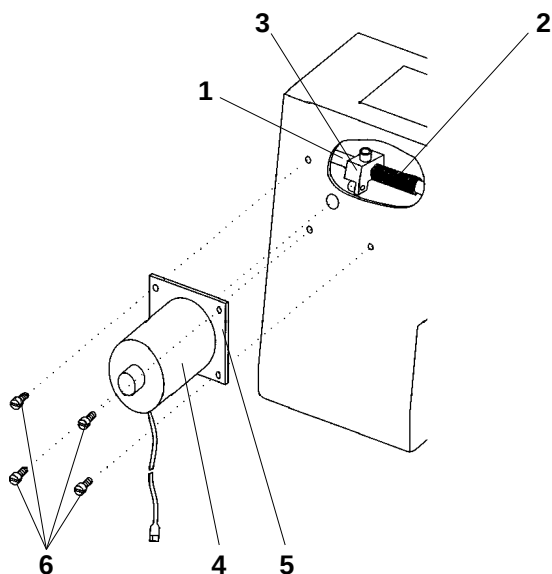

Fig. 9
7. Montage de l'équipement pour lever le pied presseur par l'électroaimant (Fig. 9, 10)